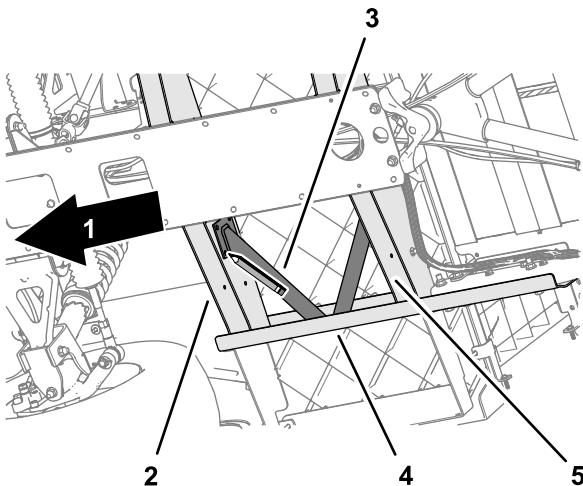

Figure 15
avant et le profilé de cadre arrière de la machine (Figure 15).
- Mettre le renfort de plancher parallèle au plancher (Figure 15).
3. En vous servant du renfort de plancher comme gabarit, repérez l'emplacement des trous sur le profilé de cadre latéral et les profilés de plancher (Figure 15, Figure 16 et Figure 17).